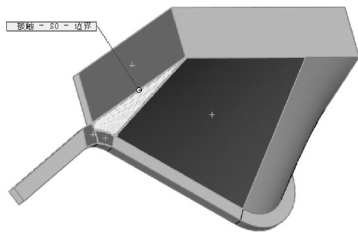

图 4-59 创建填充曲面操作 2
STEP 14 单击“曲面”工具栏中的“填充曲面”按钮, 选择输送槽未闭合区域外侧的几条边线, 同样以“相触”方式创建填充曲面, 如图 4-59 所示。